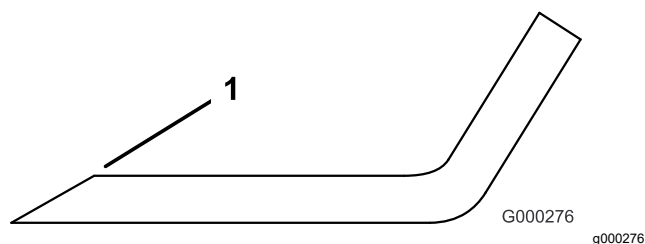

图 87
3. 检查所有刀片的刀刃如果已经变钝或出现裂口应打磨刀刃图 87。
注意 仅打磨刀刃的边缘并保持最初的切割角度以保证锋利度图 87。如果您从两片刀刃上磨掉相同量的材料刀片会保持平衡。